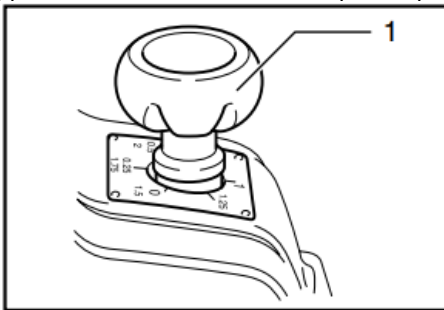

Рис. 3
1. Поверните ручку регулировки глубины строгания (1) (рис. 3) до упора направо.